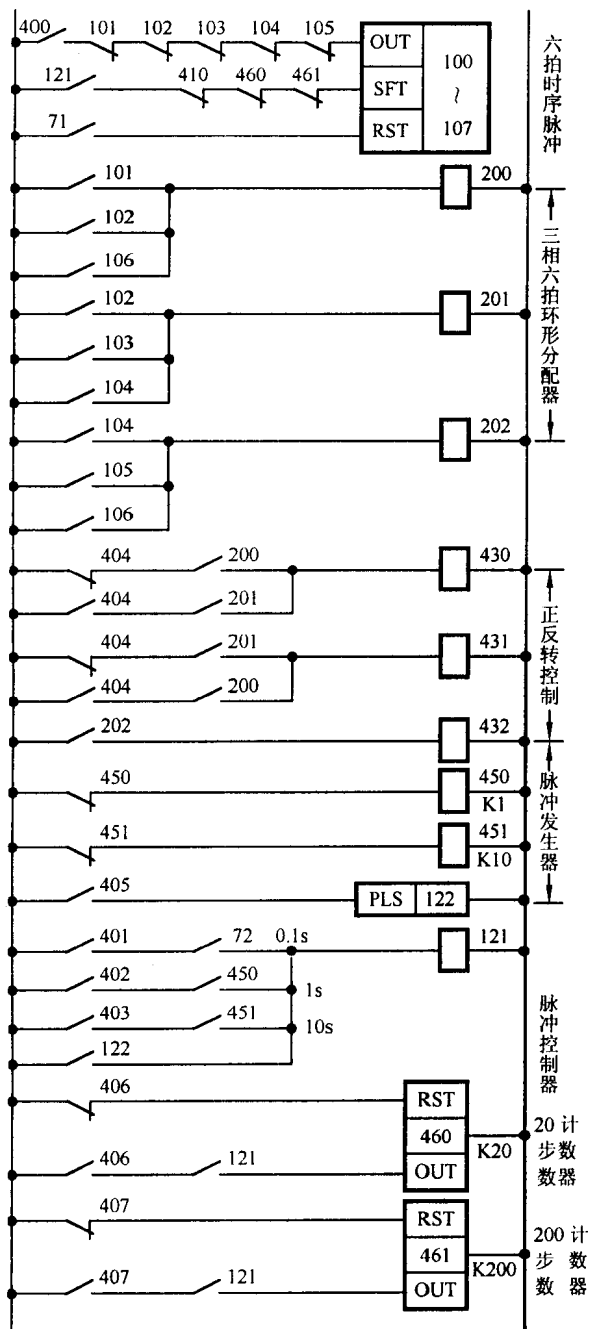

图 9.14 三相步进电动机控制梯形图
- (2) 三相步进电动机 PLC 控制梯形图, 如图 9.14 所示。